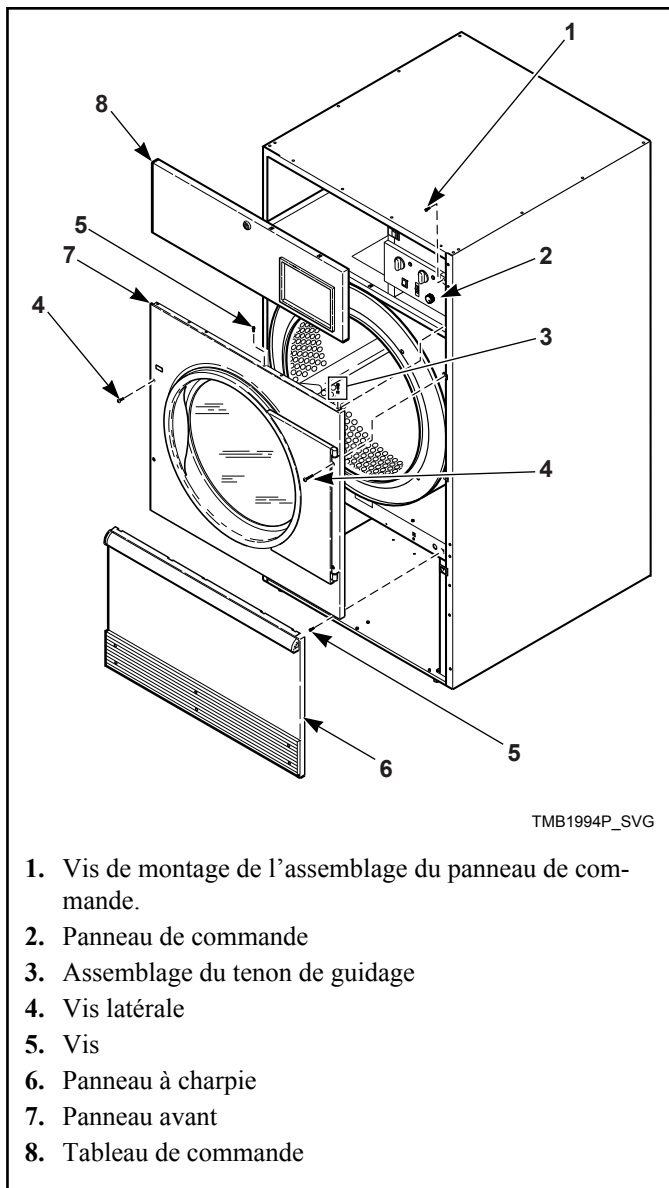
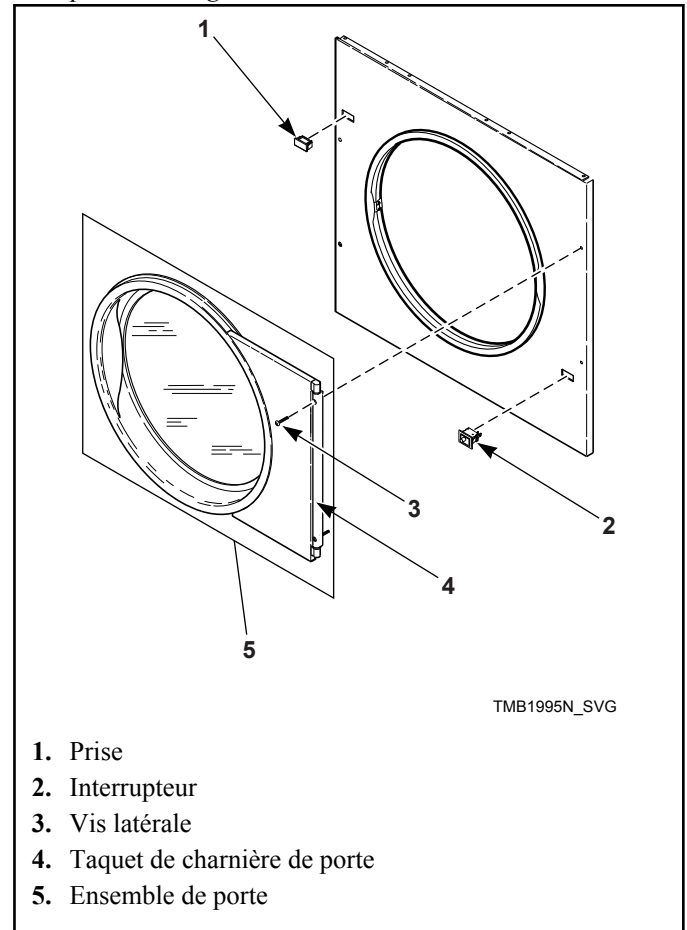

Figure 10
Figure 11
2. Déverrouiller et retirer le panneau de commande. Retirer les deux vis maintenant le panneau de commande à la partie droite. Ouvrir le panneau de commande en le faisant pivoter afin d'accéder à l'assemblage du tenon de guidage droit de la colerette supérieure. Se reporter à la *Figure 10*.
4. Retirer quatre vis de fixation de panneau avant. Se reporter à la *Figure 10*. Laisser les cames de charnière de porte sur la charnière de porte. Tirer le taquet et l'ensemble de porte comme s'il s'agissait d'une seule pièce. Se reporter à la *Figure 11*.
5. Retirer les vis de fixation de panneau avant restantes. Se reporter à la *Figure 10*. Déconnecter le faisceau d'interrupteur de porte de l'interrupteur. Retirer le panneau d'accès avant. Se reporter à la *Figure 11*.
6. Échanger l'emplacement de l'interrupteur et de la prise. Appuyer sur les onglets à l'aide de pinces réglables afin de retirer la prise et l'interrupteur du panneau avant. Réinstaller l'interrupteur en orientant le bouton vers le centre de la machine. Réinstaller la prise à l'ancien emplacement de l'interrupteur. Se reporter à la *Figure 11*.